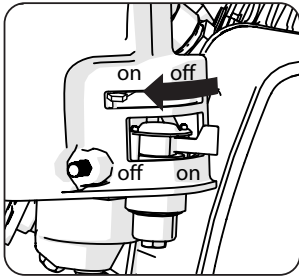

Abb. 12
- Stellen Sie den Choke-Hebel auf die Position „Choke On“. **(Abb. 12)**